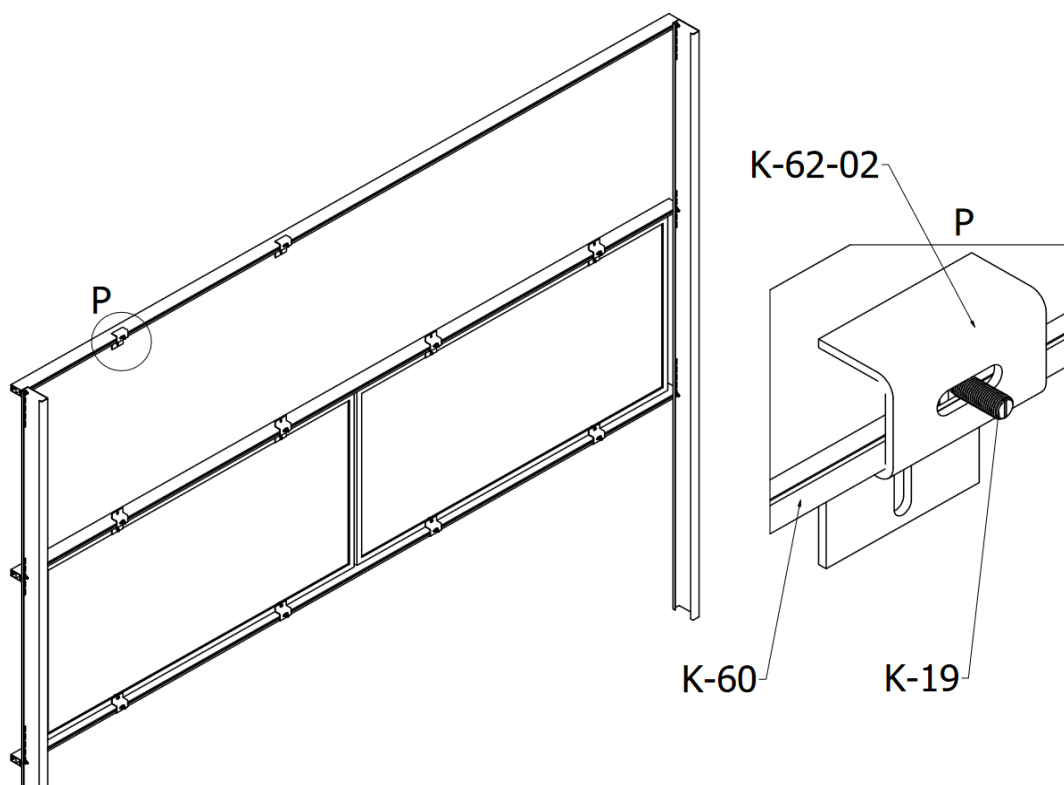

RYS.25 Montaż modułu
26.Następnie przykręć moduł do uchwyty K-62-03, używając śrub K-18 i nakrętek K-21-M8 -rys. 25.